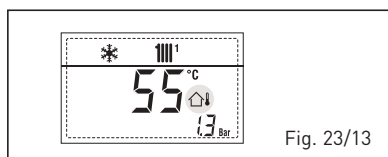

Fig. 23/13
– **INTERVENCIÓN TERMOSTATO DE SEGURIDAD PRIMERA ZONA MEZCLADA “ALL 20” (fig. 23/14)**